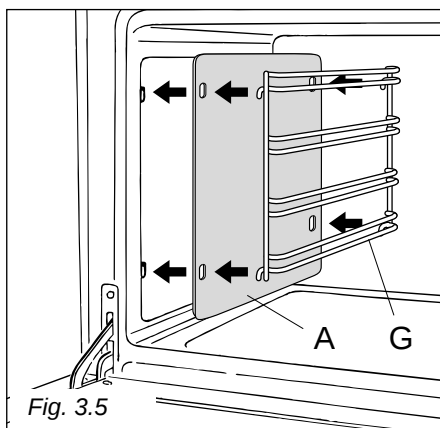

Fig. 3.5
- Agganciare i telai laterali “G” (fig. 3.5) ai fori delle pareti laterali dell'interno del forno.
interporre i pannelli autopulenti “A” (fig. 3.5).